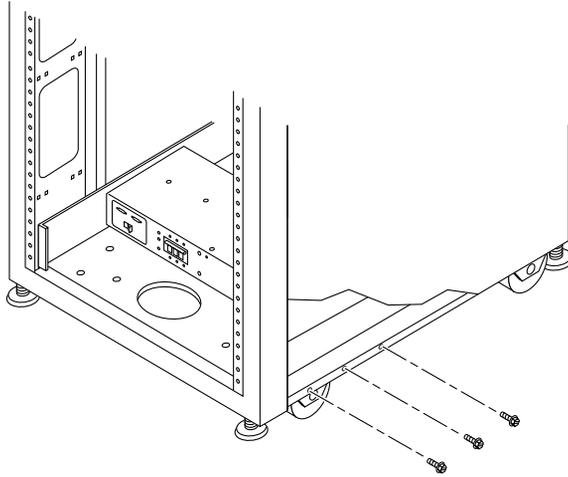

图 2-5 拧下前部右下方的固定螺丝
1. 拧下系统前部右下方和后部右下方的三颗固定螺丝（图 2-5）。